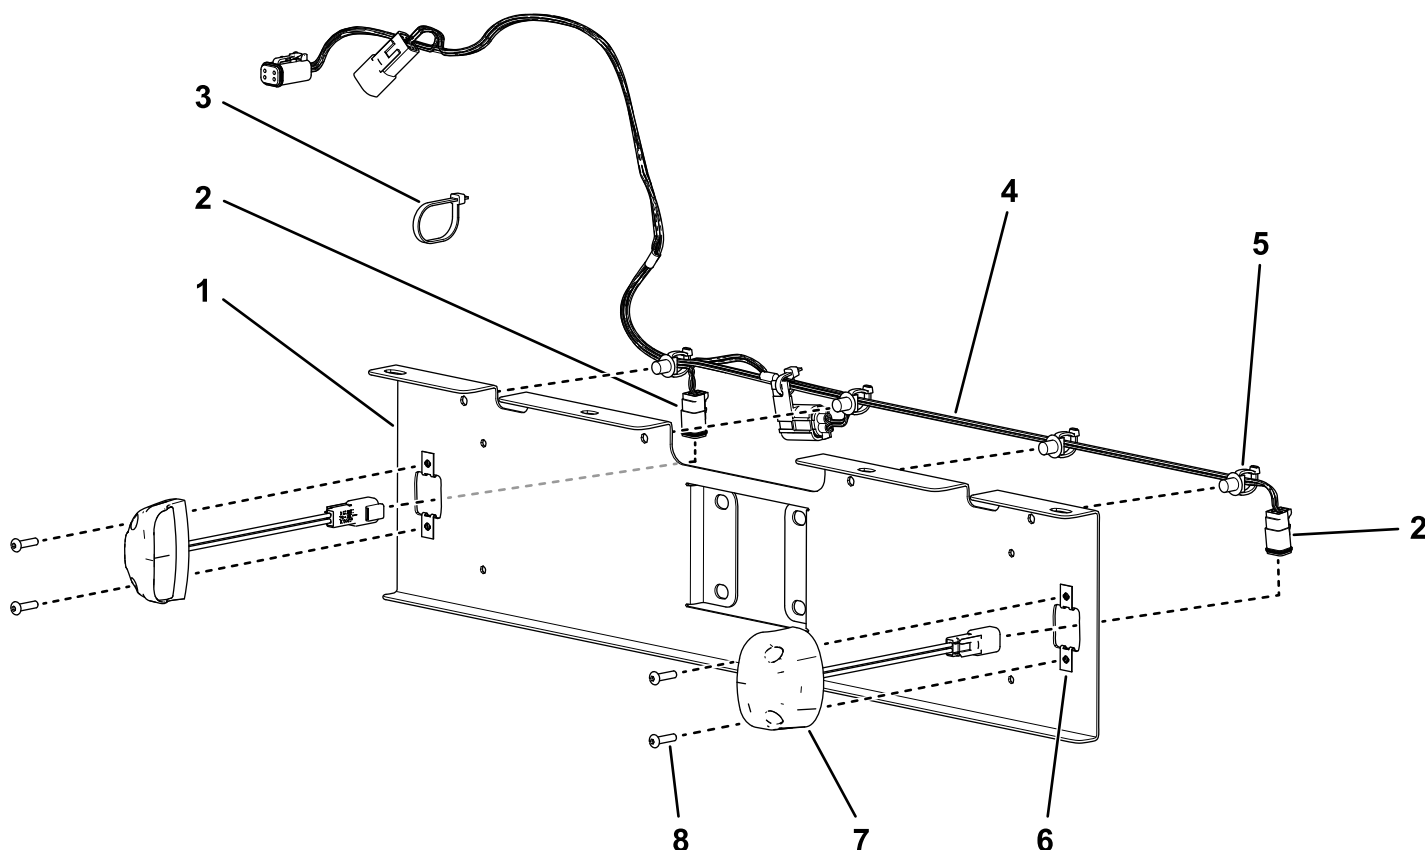

Figura 1
1. Pase el arnés de cables de la placa de matrícula por la parte superior del soporte de la placa de matrícula manteniendo los 2 conectores grandes y el fusible en el lado izquierdo (Figura 1).
2. Sujete el arnés de cables al soporte insertando las 4 grapas del arnés en los orificios correspondientes del soporte (Figura 1).
3. Pase los conectores de las luces de la placa de matrícula por los orificios grandes de cada extremo del soporte y conéctelos a las 2 luces de la placa de matrícula (Figura 1).
4. Instale las luces en el soporte usando 4 pernos de cabeza allen (Nº 10 x 1") y 4 tuercas rápidas, como se muestra en la Figura 1.